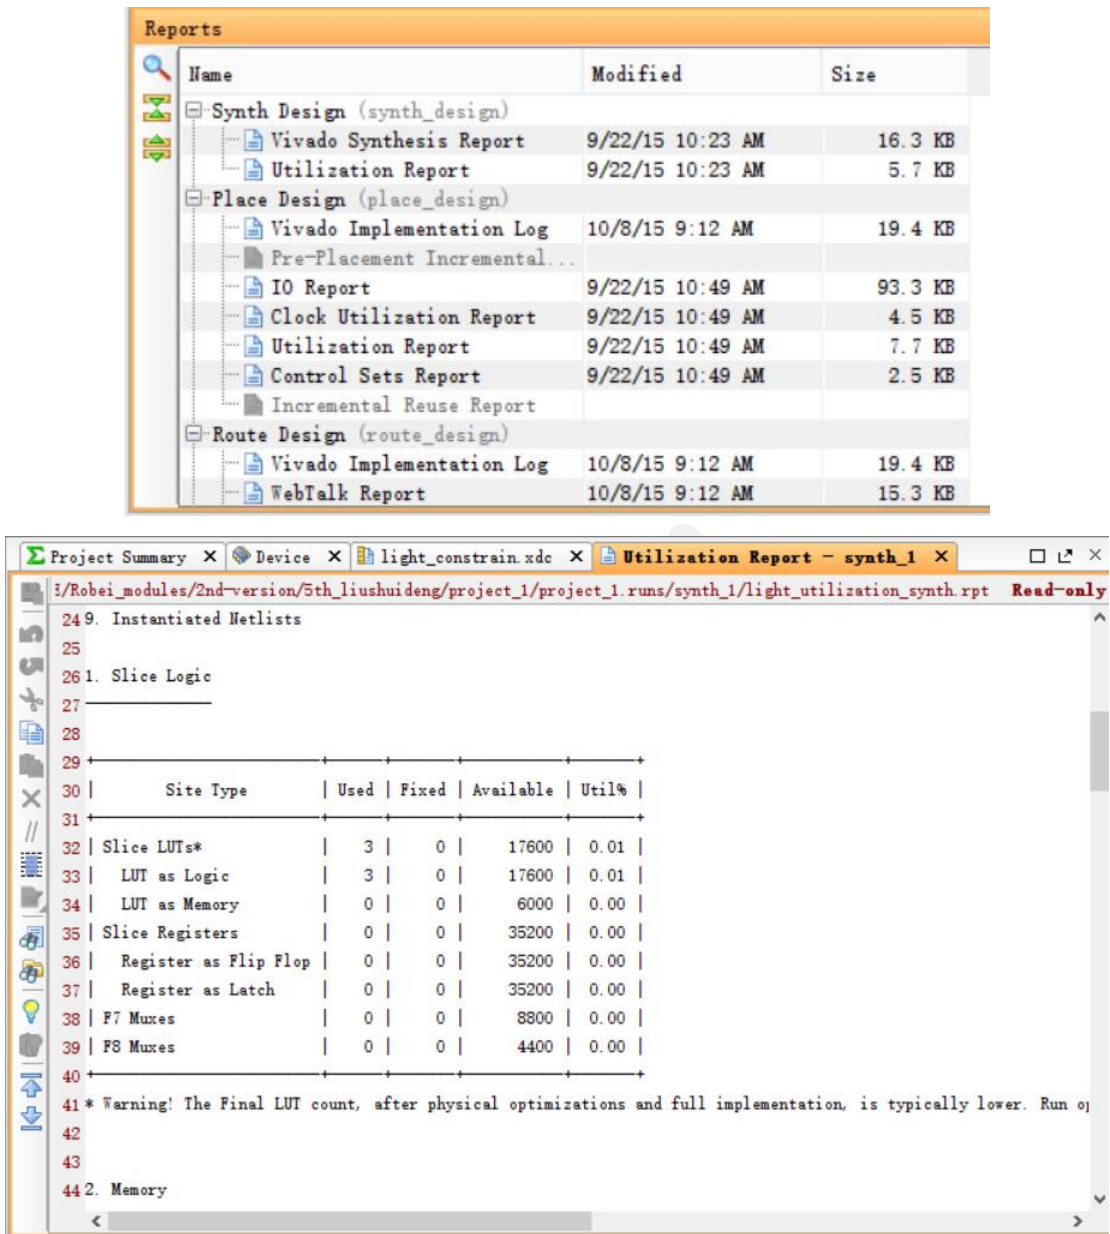

图 3-1-25 查看使用报告
(7) 在 Vivado 中, 选择在底部面板中的 Reports 选项卡 (如果不可见, 单击窗口中的菜单栏, 选择 Reports), 然后双击 Place Design section 下的 Utilization Report 条目。如图 3-1-25 所示。该报告将在辅助视图窗口中显示资源利用率。注意, 由于该设计是组合逻辑电路所以没有使用寄存器。